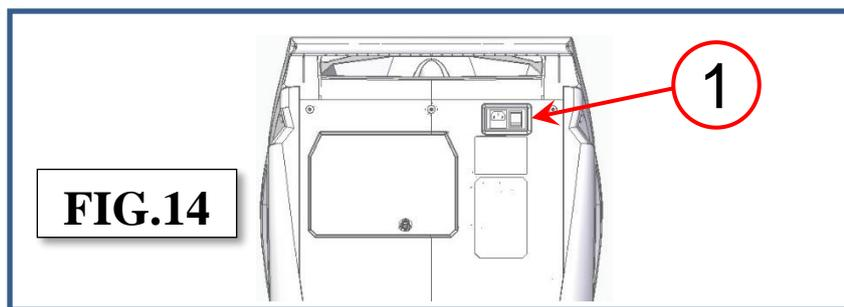

FIG.14
Verifique se o interruptor principal (ref. 1, Fig. 14) está na posição O. Ligue a máquina à alimentação elétrica e ligue-a.